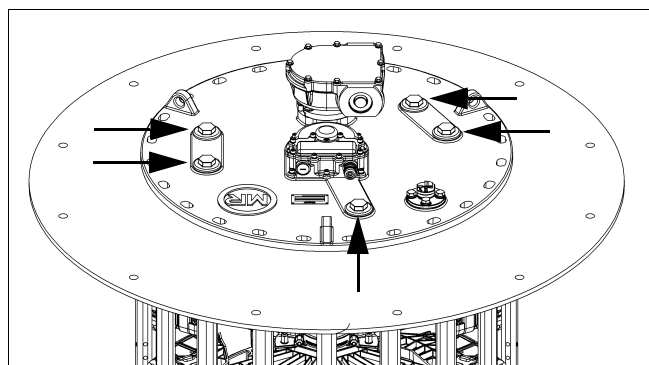

рис. 65 Откручивание резьбовых заглушек
- 1) Открутите все 5 резьбовых заглушек (SW 30 мм, рис. 65).